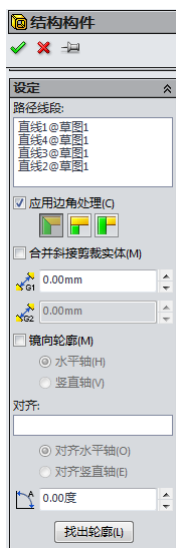

图 13-12 应用边角处理
(3) 应用边角处理。在对话框中勾选“应用边角处理”复选框, 选择“终端斜接”, 可以对结构构件进行边角处理, 如图 13-12 所示。